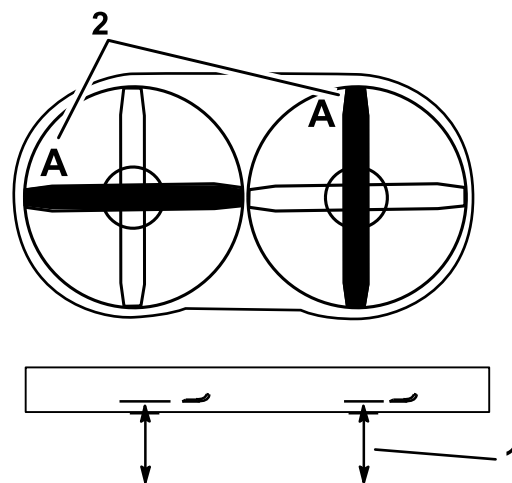

Рисунок 73
2. Измерьте расстояние от горизонтальной поверхности до режущей кромки ножей в положении A, (Рисунок 73).